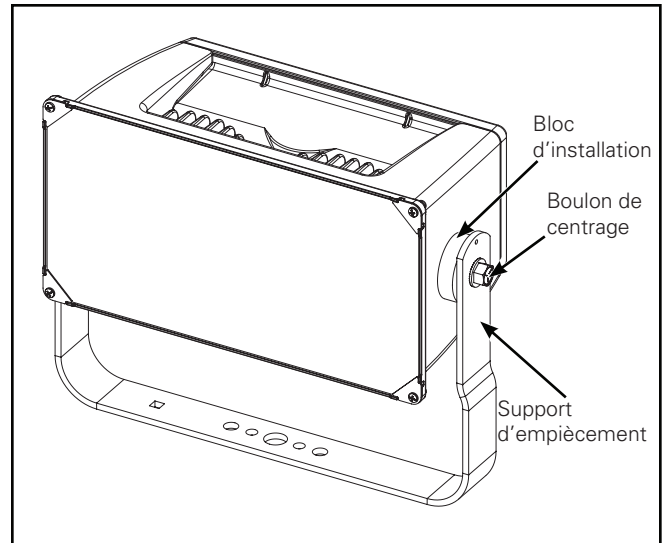

Figure 3.
### Montage par Empiècement (Figure 3)
2. Dévissez les deux (2) boulons du centre sans les retirer (Figure 3.)